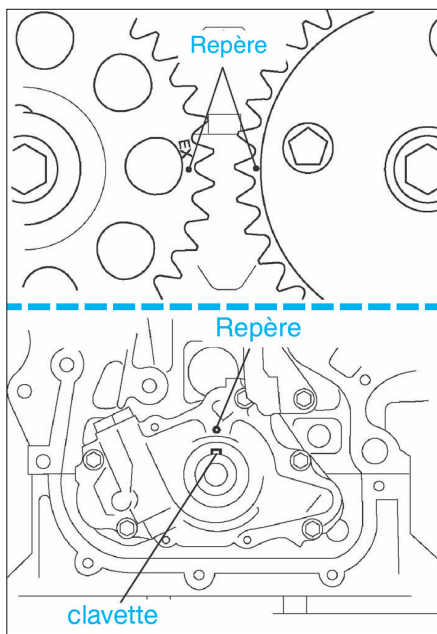

FIG. 39
- S'assurer que le moteur est bien en position de calage (repères des 2 pignons d'arbre à cames alignés et clavette de vilebrequin orientés verticalement vers le haut en face du repère sur le bloc-cylindres) (fig. 39).